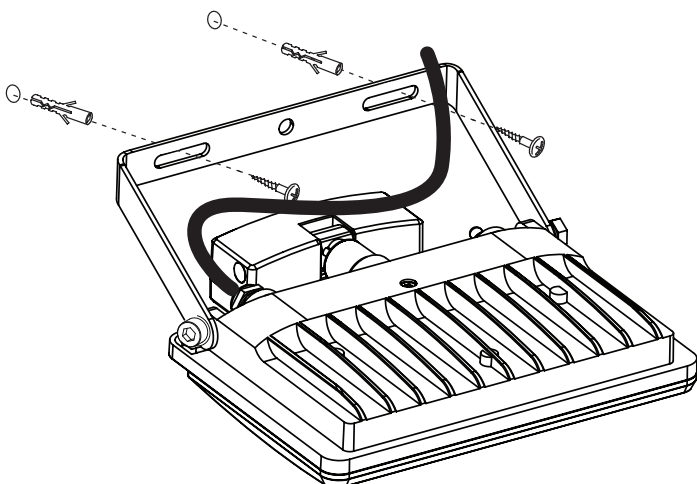

Abb. 1
4. Montieren Sie den Strahler auf einem festen Untergrund gemäss Abb. 1 und halten Sie den Mindestabstand von 50 cm zu anderen Objekten ein.